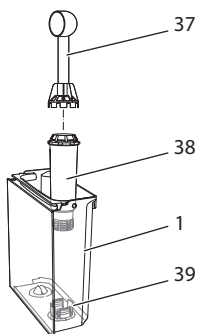

Fig. 18: Iskruning/udskruining af vandfilter
- Fjern vandfilteret (se Fig. 18).